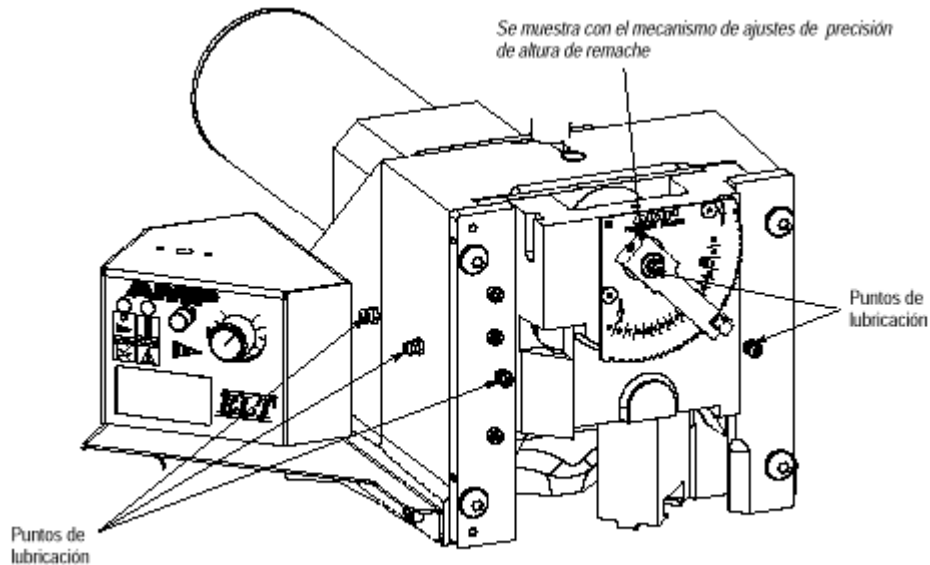

Figura 13
5.2 Lubricación (Vea la Figura 13)